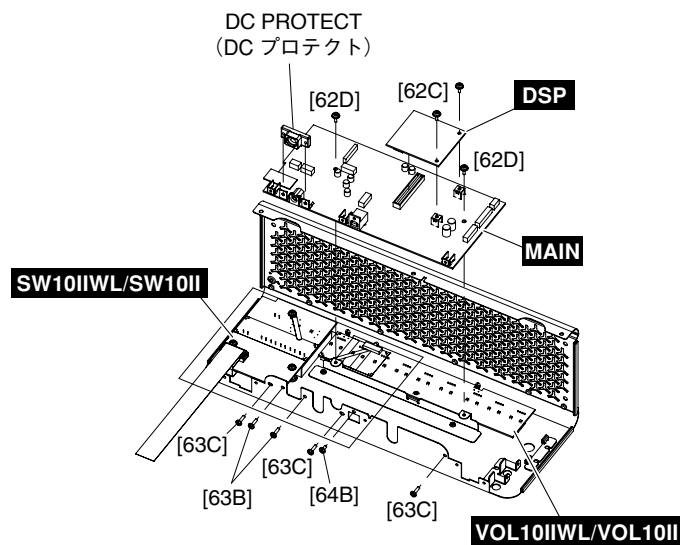

Fig. 6 (図 6)
- 4-2. Remove the two (2) screws marked [62C]. The DSP circuit board can then be removed. (Fig. 6)
- 5-2. Remove the two (2) screws marked [63B]. The DC protect can then be removed. (Fig. 6)
- 5-3. Remove the two (2) screws marked [62D], the three (3) screws marked [63C] and the screw marked [64B]. The MAIN circuit board can then be removed. (Fig. 6)
- 4-2. [62C] のネジ 2 本を外して、DSP シートを外します。(図 6)
- 5-2. [63B] のネジ 2 本を外して、DC プロテクトを外します。(図 6)
- 5-3. [62D] のネジ 2 本、[63C] のネジ 3 本と [64B] のネジ 1 本を外して、MAIN シートを外します。(図 6)